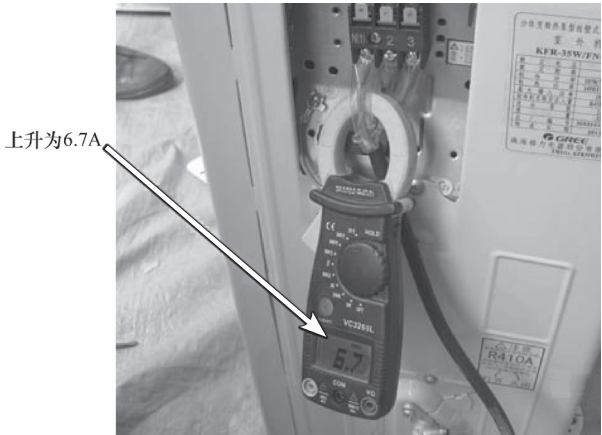

图 5-57 测运行电流
7) 再次开机,空调器制冷正常,运行电流升到 6.7A ,如图5-57所示,此时机器也不再保护停机。